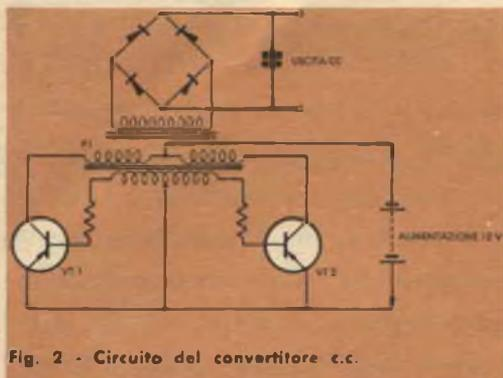

Fig. 2 - Circuito del convertitore c.c.
**Il convertitore c.c.** - Il convertitore c.c. usato (*fig. 2*) è del tipo convenzionale a push-pull e trasformatore saturo.